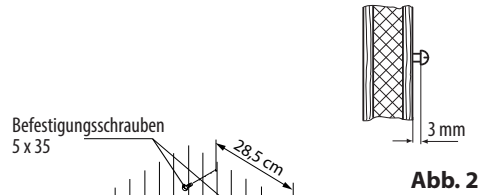
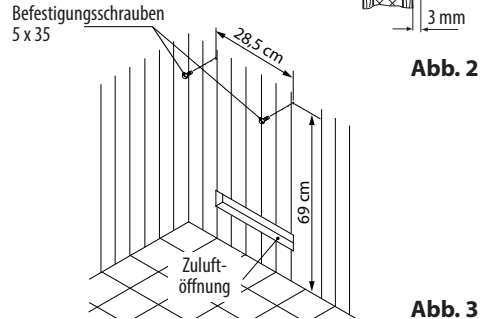

Abb. 2
Abb. 3
1. Die 2 Spanplattenschrauben gemäß den Maßen in Abb. 3 so in das Holz der Kabinenwand eindrehen, dass zwischen Schraubenkopf und Holz noch ca. 3 mm Platz ist. (Abb.2)
3. Das Saunaheizgerät mit den Aufnahmeöffnungen an der Rückwand in die Schrauben einhängen (Abb. 3).